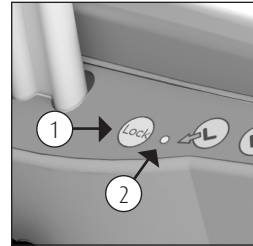

Abbildung 28. Arretierungstaste.
Der Reflex Stuhl ist mit einer Arretierungstaste ausgestattet (1) (Siehe Abbildung 28). Bedienen Sie die Arretierungstaste, wenn der Reflex Stuhl für längere Zeit nicht gebraucht wird. Dadurch verhindern Sie einen eventuell unerwünschten Gebrauch des Stuhls. Beim Eindrücken der Arretierungstaste leuchtet die rote LED-Anzeige (2) neben der Arretierungstaste, um anzuzeigen, dass der Stuhl nicht funktioniert. Um den Stuhl wieder benutzen zu können, müssen Sie den Stuhl resettet. Dies tun Sie, indem Sie beide Aufwärts- Knöpfe 4 Sekunden lang gedrückt halten.